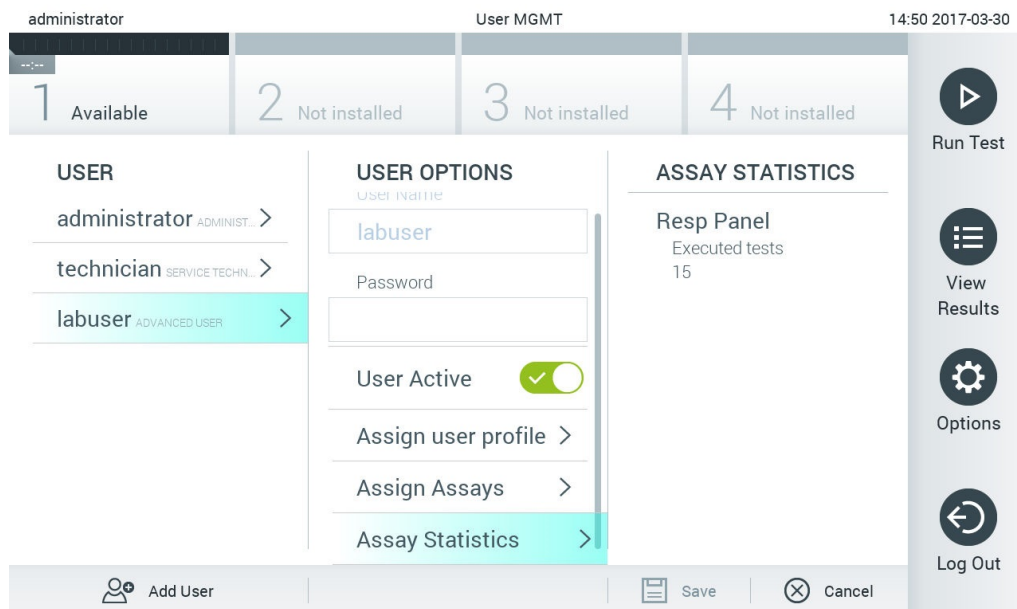

Figura 56. Visualizando as estatísticas do ensaio.
- Assay Statistics (Estatísticas do ensaio): exibe o número de vezes que um ensaio foi realizado pelo usuário selecionado (Figura 56).